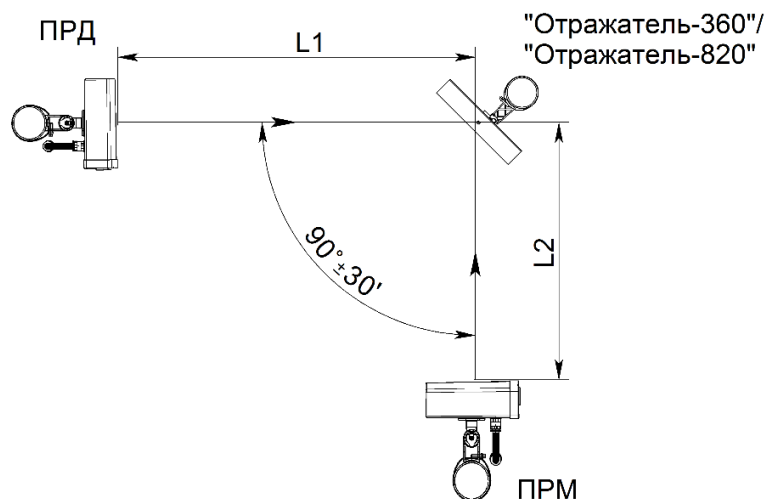

Рисунок 2.13 – Установка извещателей с применением отражателя «Отражатель-360» («Отражатель-820»)
2.3.9.2 При работе извещателей с «Отражателем-360» (см. рисунок 2.13) суммарная длина зоны обнаружения $L1+L2$ (где $L1$ – расстояние между блоком ПРД и отражателем, $L2$ – расстояние между отражателем и блоком ПРМ) не должна превышать: